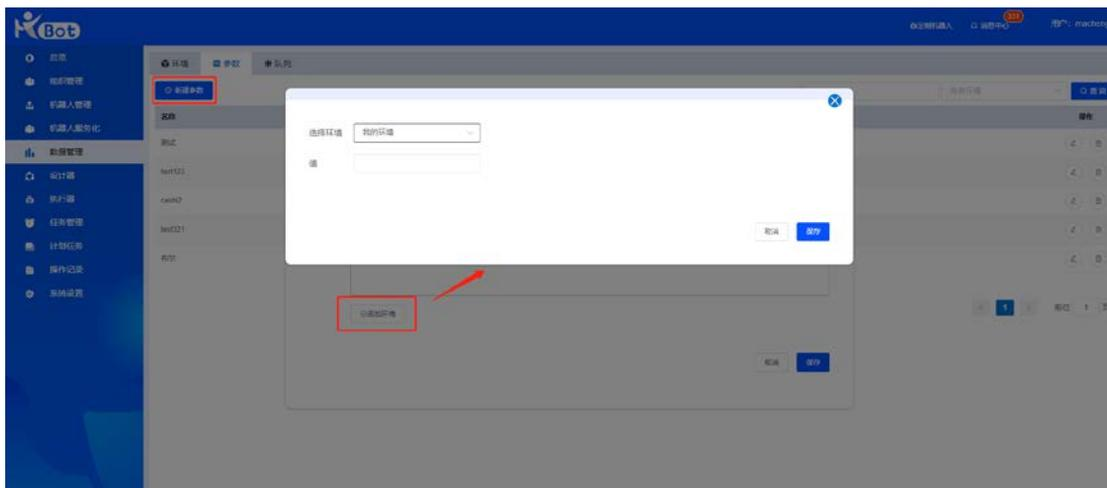
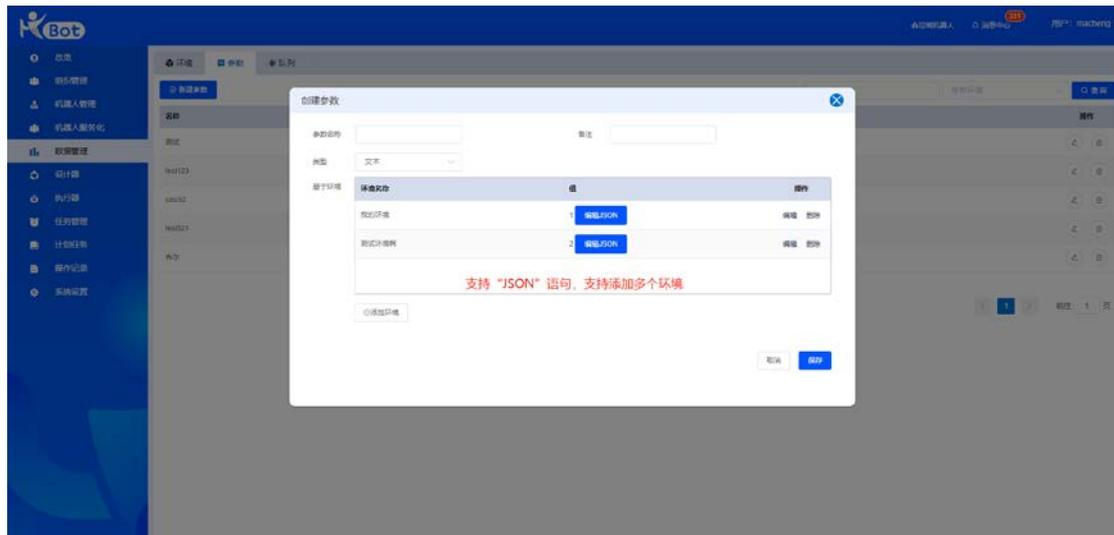

图 44
图 45
4) 添加环境, 所添加的环境就是在上个模块——“环境管理”模块中创建的环境, 支持添加多个环境。如图 44, 图 45.